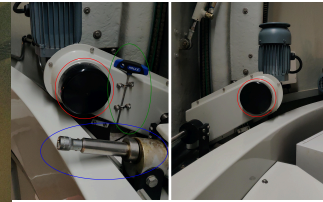
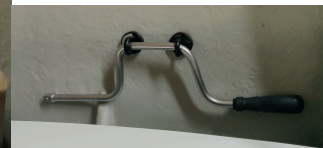

Abb. 3: Tormechanik - rot: Rutschkupplungen, grün: Inbusschlüssel, blau: Aufnahme für die Notfallkurbel
Abb. 5: Notfallkurbel
- **Schwarzen Schutzdeckel** über den Rutschkupplungen (rote Kreise in Abb. 3) der Torantrieben **entfernen**
- **Inbusschlüssel** (grüne Ellipse in Abb. 3) direkt neben der linken Rutschkupplung aus der Halterung **nehmen**
- **Notfallkurbel** (Abb. 5, befindet sich an der linken Seite des Kuppelspalts) in die Aufnahme rechts daneben (blaue Ellipse in Abb. 3) **stecken**